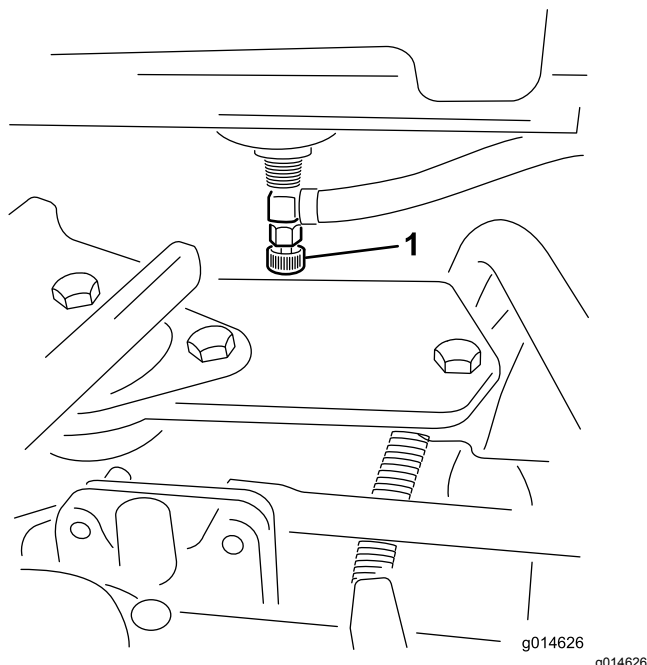

Рисунок 31
1. Закройте отсечной топливный клапан, расположенный под топливным баком (Рисунок 31).